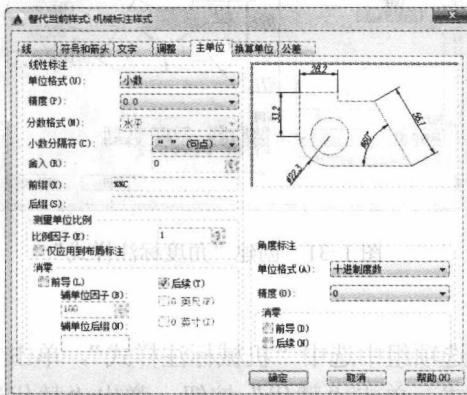

图 1-34 在“主单位”选项卡中添加前缀
1. 在“标注样式管理器”对话框中将“机械标注样式”设置为当前样式。单击“替代”按钮，弹出“替代当前样式”对话框后，在“主单位”选项卡，在“前缀”文本框中输入“%%C”（英文输入法），如图 1-34 所示。